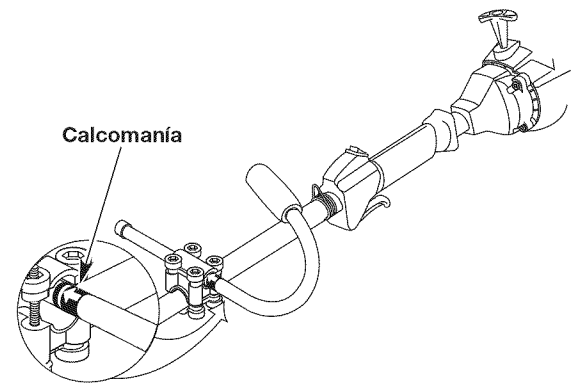

Fig. 2
8. Deslice la manija en J hacia adentro o hacia afuera hasta que la flecha/línea blanca de la calcomanía toque al conjunto de la abrazadera (Fig.2).